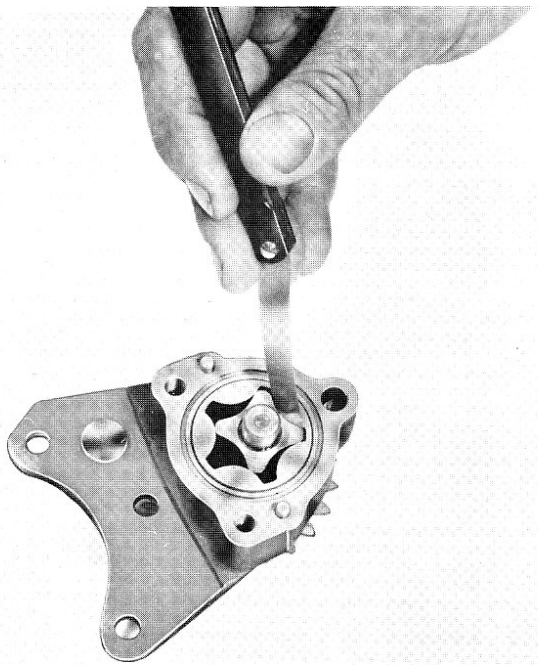

Fig. 15
a) En plusieurs points, le jeu entre le rotor intérieur et le rotor extérieur (fig. 15